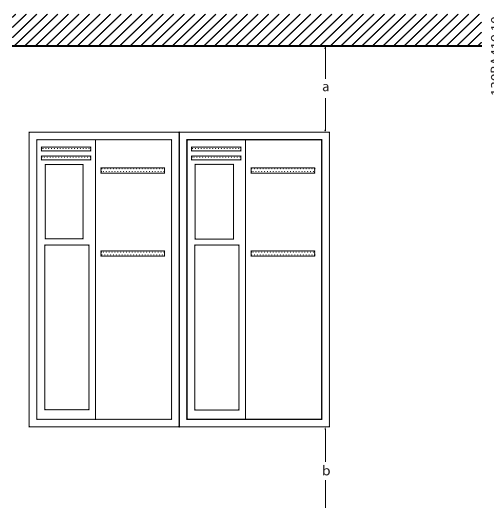

Abbildung 2.1 Abstand zur Kühlung oben und unten
- Über und unter dem Frequenzumrichter muss zur Luftzirkulation ein ausreichender Abstand vorgesehen werden. In der Regel ist ein Abstand von 100-225 mm erforderlich. Zu Abstandsanforderungen siehe *Abbildung 2.1*.